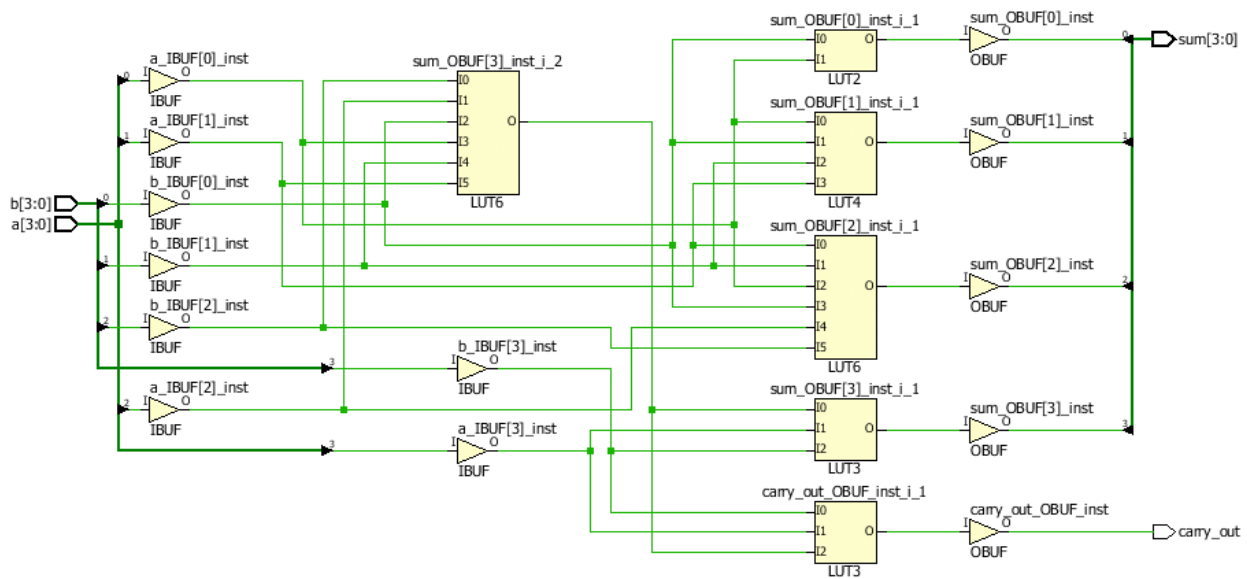

Abbildung 1.4. Schaltplan nach der Synthese.
- Jetzt kann die Implementierung erfolgen. Der erste Schritt in der Umsetzung ist die Synthese. Dabei wird die RTL-Beschreibung des Designs zu logischen Gattern konvertiert. Um die Synthese zu starten, klicken Sie auf *Flow-Navigator* > *Synthese* > *Run Synthesis*. Ein Fenster öffnet sich und zeigt, ob der Syntheseschritt erfolgreich beendet wurde. Klicken Sie auf "Cancel", um das Fenster zu schließen. Ein neues Menü *Open Synthesized Design* wird unter dem Tab *Synthesis* angezeigt. Klicken Sie auf *Schematic* und schauen Sie sich die schematische Darstellung des synthetisierten Designs an. Der erstellte Schaltplan sollte ähnlich zu dem in Abbildung 1.4 sein.